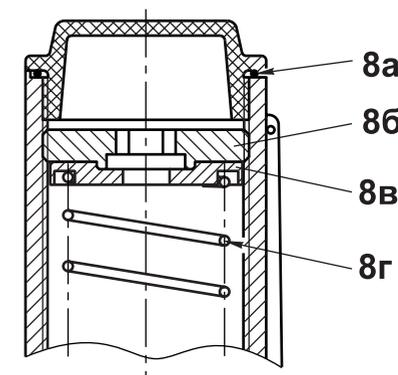

Рис. 6
4.5 Замена пружины регулятора должна производиться в следующем порядке (рис. 6):